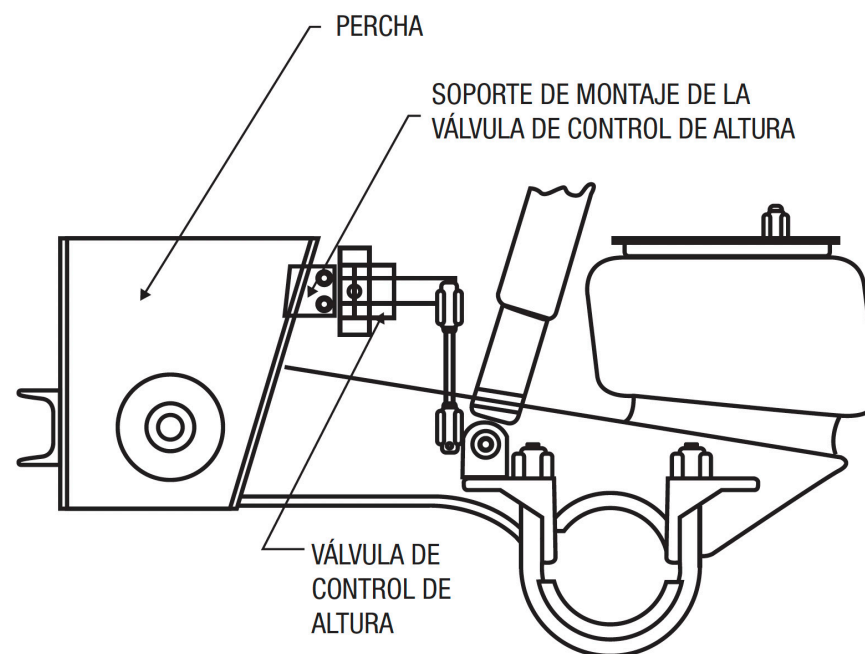

Figura 16
2. Sujete la válvula de control al soporte de la misma en la percha. **(Ver Figura 16)**.